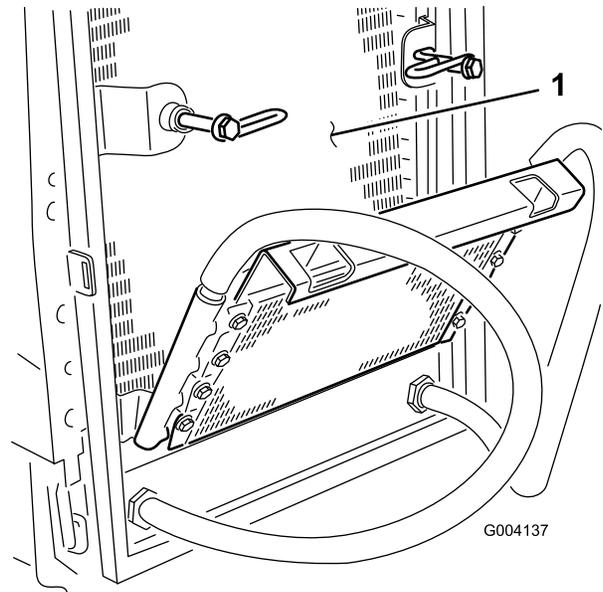

Bild 66
6. Reinigen Sie beide Seiten des Ölkühlers und des Kühlers gründlich mit Druckluft (Bild 66).